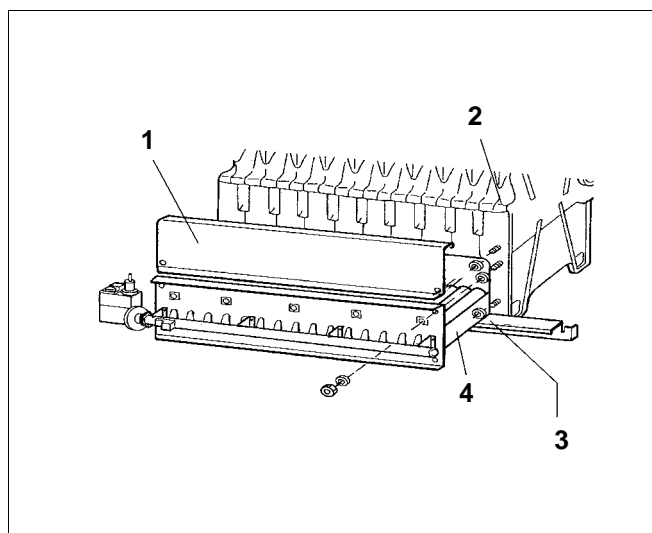

Fig. 39 Monter le brûleur à gaz
- Placer le distanceur (fig. 39, **pos. 3**) sur les goujons.
- Accrocher le couvercle de nettoyage (fig. 39, **pos. 1**) au dessus de la plaque du brûleur sur le bord en fonte (fig. 39, **pos. 2**) et ensuite visser avec des vis et des rondelles aux goujons.
- Introduire le brûleur à gaz dans le foyer. Le raccordement pour le ligne gaz doit être situé sur la face arrière de la chaudière (fig. 39).